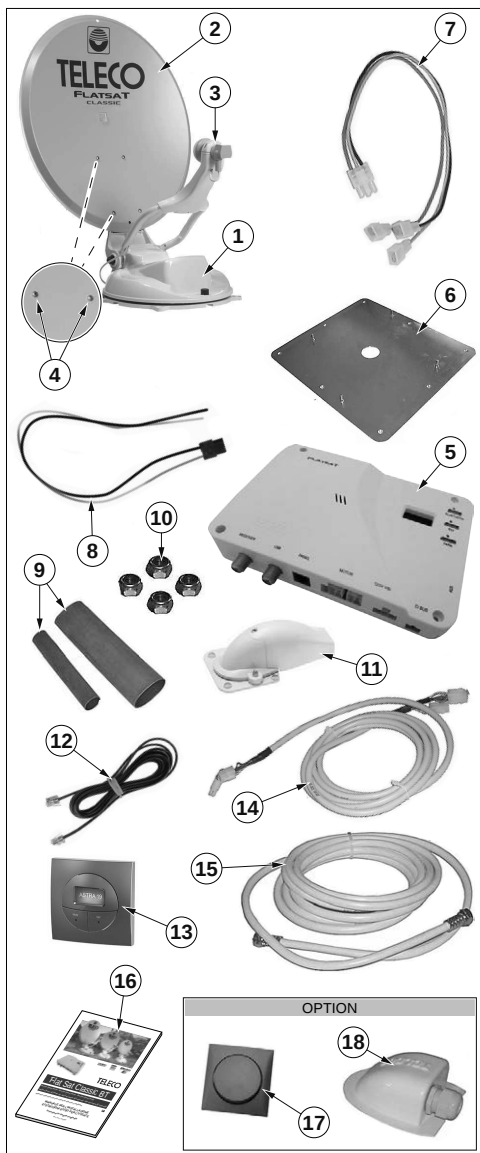

Abb. 1
- Eine Verpackung, die nur die Parabolantenne enthält („Abb. 1“ - 2).
Motorisierte Außeneinheit	(„Abb. 1“ - 1)
Parabolschüssel	(„Abb. 1“ - 2)
4 Schrauben und 4 selbstsichernde Muttern	(„Abb. 1“ - 4)
Steuereinheit	(„Abb. 1“ - 5)
Versorgungskabel	(„Abb. 1“ - 7)
Befestigungsplatte	(„Abb. 1“ - 6)
Schrumpfhüllen	(„Abb. 1“ - 9)
4 selbstsichernde Muttern M6	(„Abb. 1“ - 10)
Dichte Box für das Durchführen der Kabel	(„Abb. 1“ - 11)
Verlängerung des Motoranschlusskabels für motorisierte Außeneinheit/ Steuereinheit	(„Abb. 1“ - 14)
Verlängerung des Koaxialkabels für den Anschluss der motorisierten Außeneinheit / Steuereinheit	(„Abb. 1“ - 15)